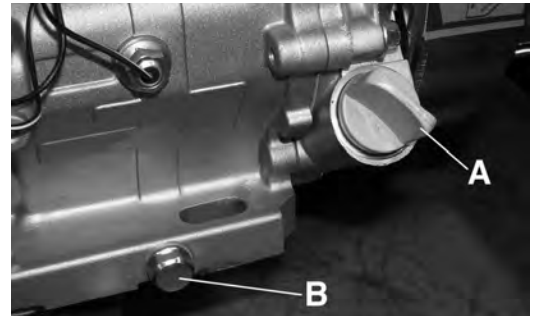

Figure 8
- 1) Desserrez le jauge à niveau l'huile (A) Fig.8.
- 2) Placez un contenant sous le boulon hexagonal d'écoulement (B), retirez le boulon hexagonal (B) et vidangez.
- 3) Une fois que l'huile est complètement écoulé, resserrez le boulon hexagonal (B).